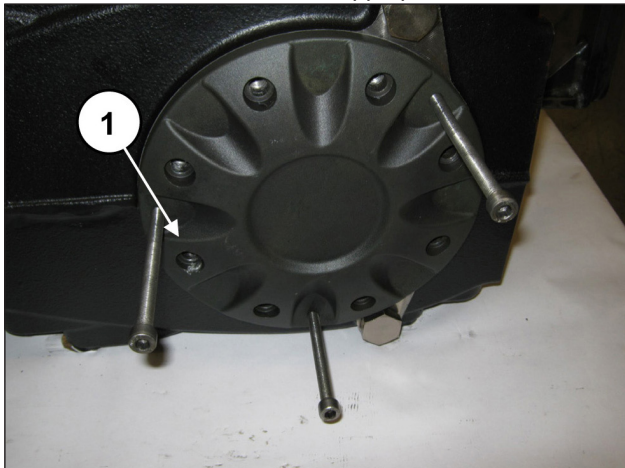

Fig. 28
Positionner 3 goujons ou vis filetés M8 (rep. ①, Fig. 28) faisant office d'extracteurs dans les trous appropriés.